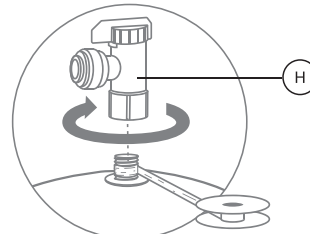

Рис. 23
4. Уплотните фум-лентой резьбовой штуцер накопительного бака, плотно накрутите вентиль (Н) на резьбовой штуцер (рис. 23). Данный вентиль с цанговым подключением трубы.